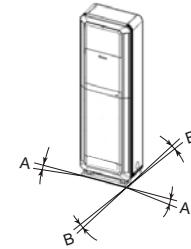

图2最大基础梯度
- 确保基础平坦、水平并足够结实，遵照图2所示基础最大梯度的规定。